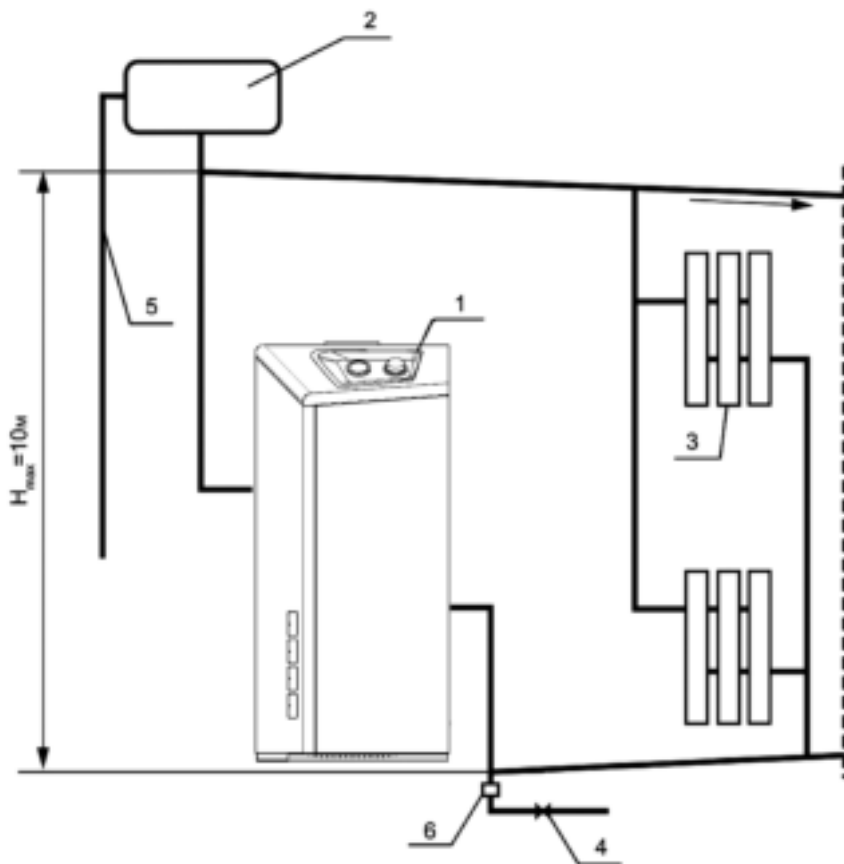

Рис. 2.
- 6.7. Расширительный бак установлен вливается в верхней точке газового стояка, в отливном помещении. Запрессовывается установлен вливается в вентиляционную трубу (см. рис. 2, 3).